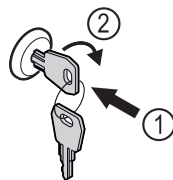

Fig. 170 Ilustrační zobrazení
- ▶ Klíč zasuňte dovnitř Fig. 170 (1).
- ▶ Otáčejte klíčem o 90° ve směru hodinových ručiček Fig. 170 (2).